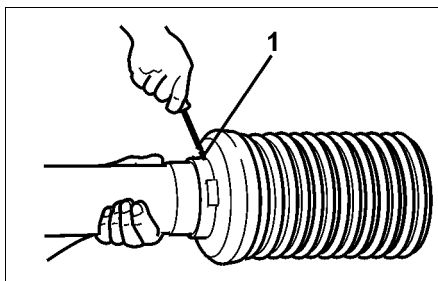

Fig. 24
- Bolten (Fig. 24/1) skrues ud.